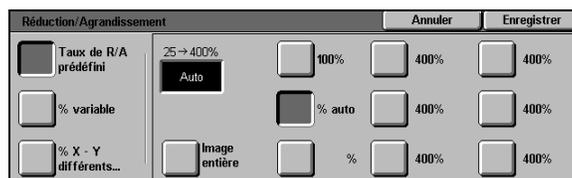

Figure 10 : Écran Réduction/Agrandissement
- Appuyez sur **Suite...** pour afficher des réglages supplémentaires (voir la figure 10).